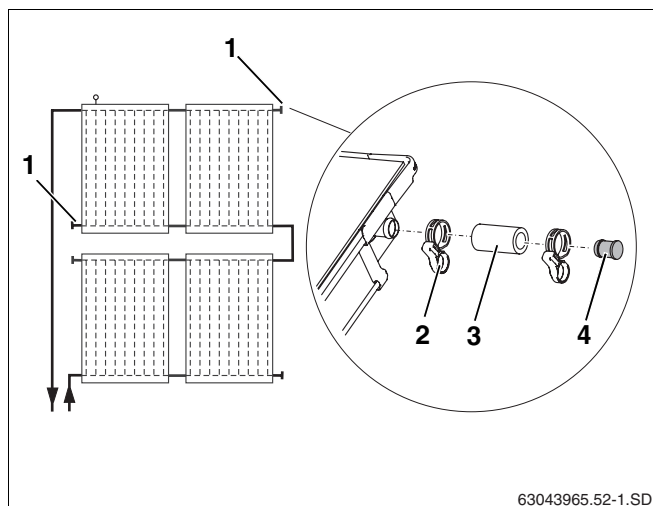

Fig. 40 Montar tampões cegos pré-montados
Feche as ligações de colector que não serão usadas com o tampão cego (fig. 40, **item 1**).
- ▶ Inserir as mangueiras solares de 55 mm (fig. 40, **item 3**) com o tampão cego pré-montado nas duas ligações livres.